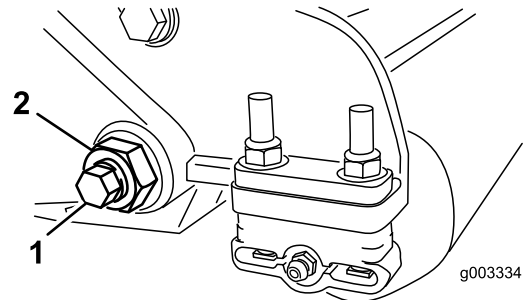
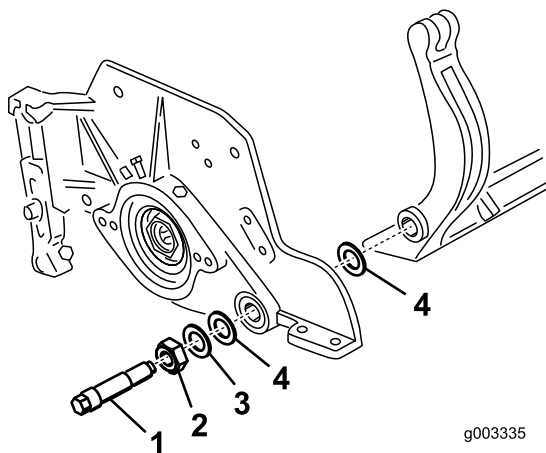

Figura 38
Figura 39
3. En cada lado de la máquina, afloje la contratuercas que fija el perno de la barra de asiento (Figura 38).
4. Retire todos los pernos de la barra de asiento, para poder tirar de la barra hacia abajo y retirarla de la máquina (Figura 38). Guarde las 2 arandelas de nylon y la arandela de acero troquelado de cada extremo de la barra de asiento (Figura 39).
Nota: Coloque una arandela de nylon en cada lado del saliente de la chapa lateral. Coloque una arandela de acero por fuera de cada arandela de nylon (Figura 39).